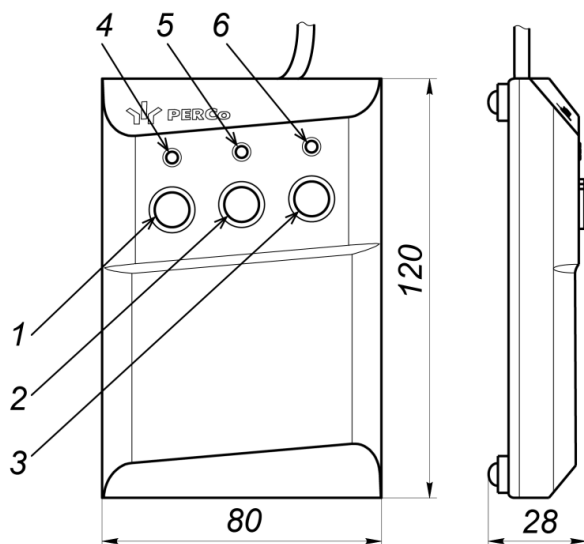

Рисунок 5. Общий вид и габаритные размеры ПДУ
ПДУ (12) выполнен в виде небольшого настольного прибора в корпусе из ударопрочного АБС-пластика и предназначен для подачи команд управления оператором при ручном управлении ЭП и индикации текущего состояния направлений прохода ЭП. Внешний вид и габаритные размеры ПДУ показаны на рис. 5.